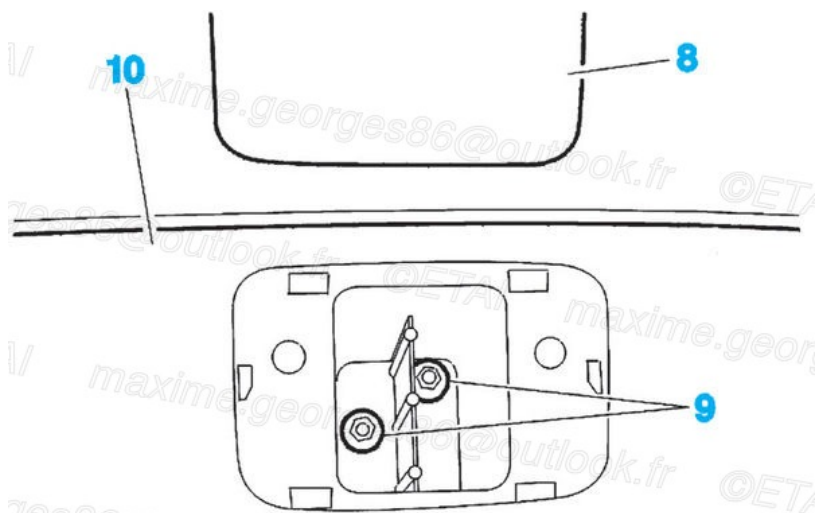

Fig.52
- Dégrafer le cache (8) et le déposer (**Fig.52**)